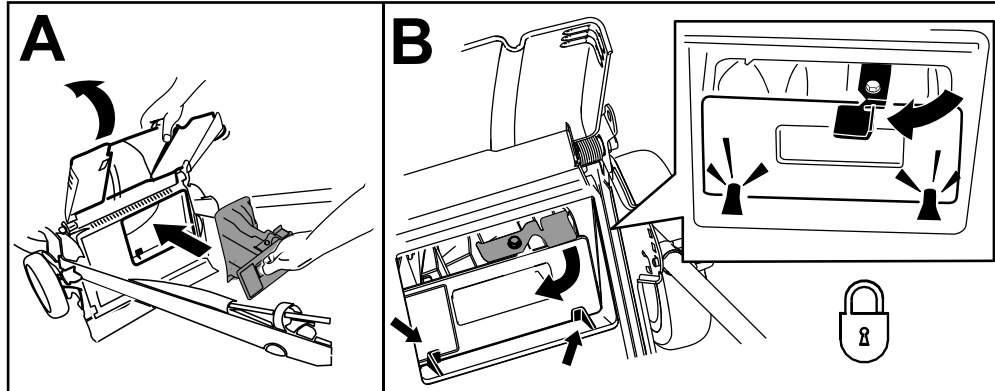

Figura 16
**Importante:** Asegúrese de que el tapón trasero está bloqueado en su sitio. Para bloquear el tapón: levante el deflector trasero (Figura 16, A), introduzca el tapón y presione firmemente hasta que encaje detrás de las pestañas, y gire la palanca del tapón a la izquierda (Figura 16, B).